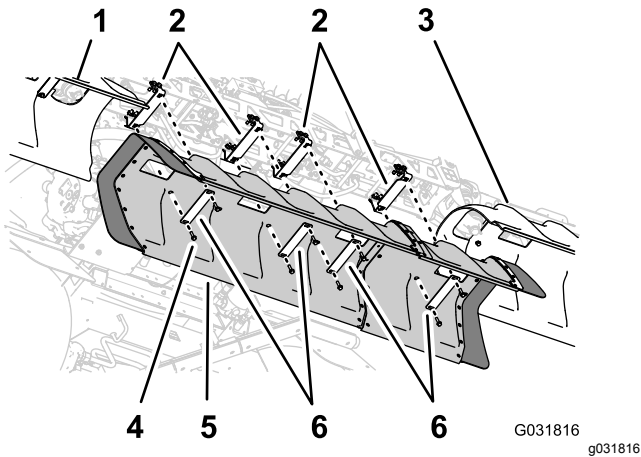

Figura 154
1. Alinee los orificios de la cubierta de la sección central con los orificios del soporte de la cubierta de la sección central (Figura 154).
2. Alinee los orificios de 2 de las pletinas de sujeción que retiró en el paso 1 de 6 **Retirada de la cubierta de la sección central (11 boquillas del kit opcional de brazo cubierto (página 18))** con los orificios de la cubierta y 2 de los soportes (Figura 154).
4. Alinee los orificios de las 2 pletinas de sujeción (Pieza Toro N° 120-0629) con los 4 orificios restantes de la cubierta y los 4 orificios restantes de los soportes de sujeción (Figura 154).
5. Monte las pletinas de sujeción y la cubierta a los soportes (Figura 154) con los 4 pernos con arandela prensada (5/16 x 1¼"—Pieza Toro N° 323-36).